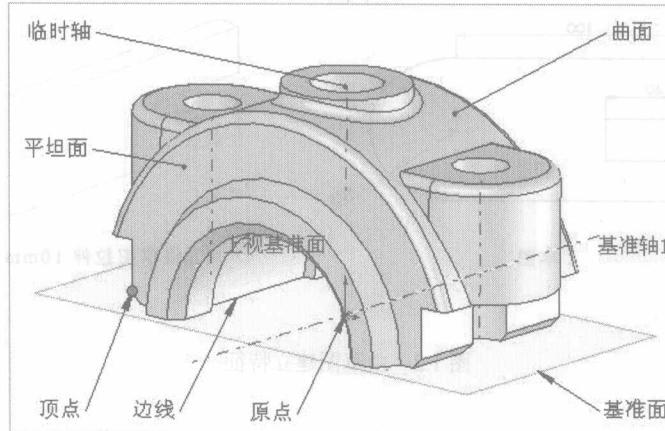

图 1.4 基本术语
- 如图 1.4 所示，在 SolidWorks2004 软件及文档中经常会用到以下术语：